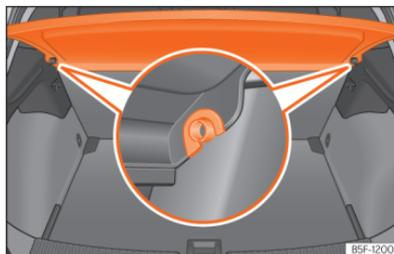

Abb. 175 Im Gepäckraum: Gepäckraumabdeckung aus- und einbauen.
- Ziehen Sie die Gepäckraumabdeckung nach oben aus den seitlichen Halterungen »» (Abb. 175) heraus.
- Führen Sie die Gepäckraumabdeckung horizontal ein, so dass das „Hufeisen“ über der Aufnahmeachse »» (Abb. 175) liegt, und drücken Sie die Abdeckung nach unten, bis sie einrastet.